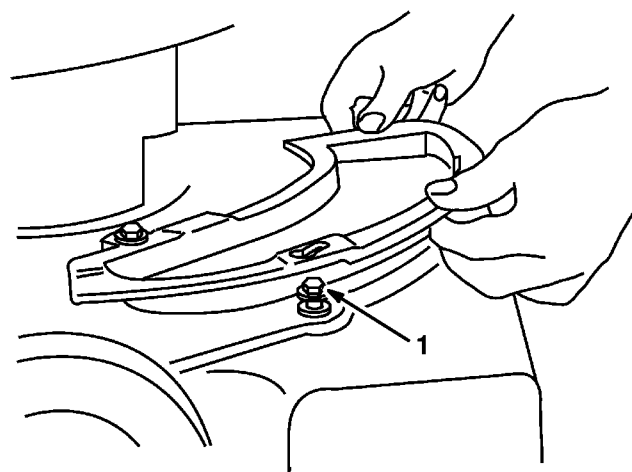

Figure 5
3. Les deux boulons à épaulement du carter de la tondeuse dépassent des trous oblongs de l'obturbateur et n'ont pas besoin d'être desserrés ou retirés. L'obturbateur se déplace sur les têtes de ces boulons (Fig. 5).